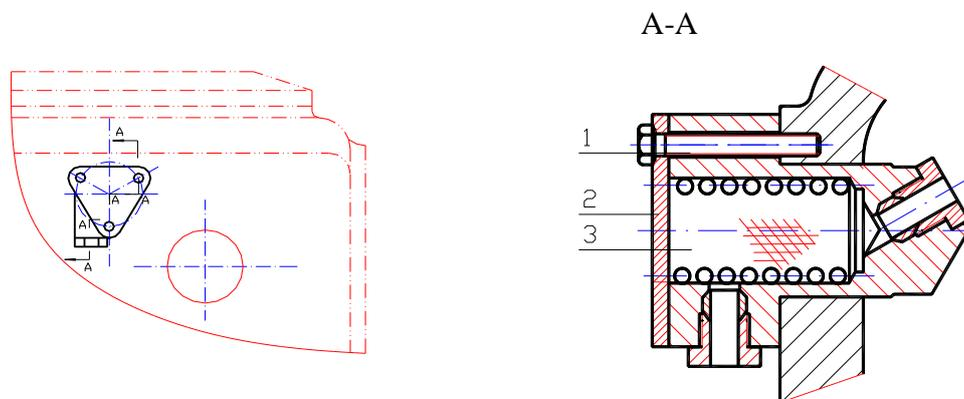

Рис. 34 Масляной фильтр передней бабки
- Медную сетку фильтра у заливного отверстия передней бабки необходимо прочищать каждую неделю (см. Рис. 34.) Для этого выполните следующие шаги.
- а) Открутите винт (1) и извлеките треугольную крышку (2).
- б) Промойте медную сетку (3) керосином и снова установите в масляной фильтр.
- в) Закройте треугольную крышку (2) и закрутите винт (1).